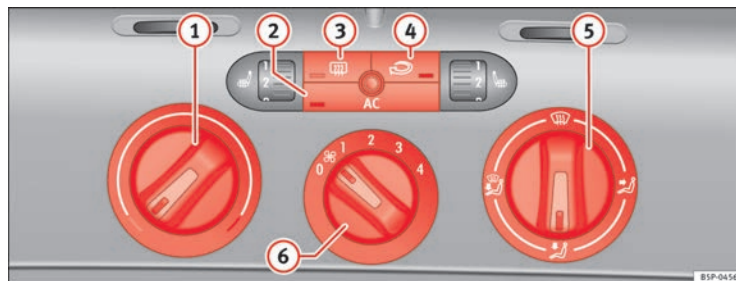

Fig. 128 Mandos del Climatic en el tablero de instrumentos
- Con los reguladores ⇒ fig. 128 ① y ⑤ y con el mando ⑥ se regula la temperatura, la distribución del aire y la velocidad de la turbina.
- Pulse la tecla ②, ③ o ④ para activar o desactivar la función correspondiente. Cuando la función está activa, la ventana situada en la esquina inferior de la tecla se ilumina.
① Regulador de temperatura ⇒ página 163
② Tecla [AC] – Encender o apagar el grupo refrigerador ⇒ página 163
- ③ Tecla [] – Luneta térmica. Esta función se apaga automáticamente aproximadamente 20 minutos después de haberla conectado. Se puede desconectar antes pulsando de nuevo la tecla.
- ④ Tecla [] – Recirculación de aire ⇒ página 165
- ⑤ Regulador de la distribución de aire ⇒ página 163
- ⑥ Mando de la turbina. El caudal de aire tiene 4 niveles de ajuste. La turbina debería funcionar siempre en el nivel más bajo cuando se circule a poca velocidad.
- Encienda el climatizador con la tecla $\Rightarrow$ **página 162, fig. 128** .